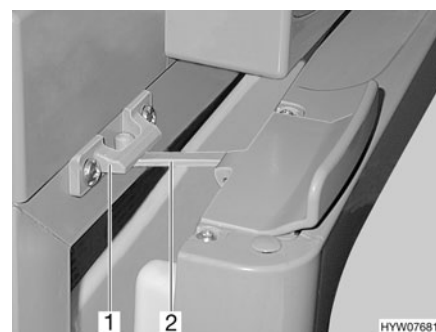

Fig. 190 Porte du réfrigérateur en position de ventilation (Thetford)
- Ouvrir le verrouillage (Fig. 190,2) et l'enclencher dans le logement de verrouillage (Fig. 190,1). La porte du réfrigérateur reste ainsi légèrement ouverte.